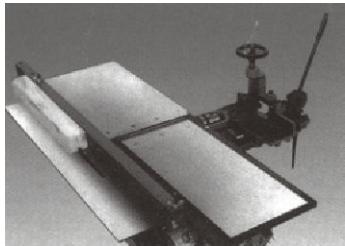
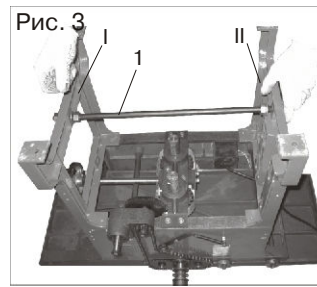

Рис. 14
Рис. 3
6.1 Распакуйте станок, после чего переверните его, так чтобы рабочий стол находился снизу, как показано на Рис. 3, это необходимо для удобного монтажа опор (I и II) станка. Перед тем как установить опоры к основанию станка, необходимо закрепить их между собой фиксатором (1), после чего прикрепить их к основанию с помощью восьми болтов, как показано на рис. (4)
5.3 Пиление, фрезирование, выборка “четверти” (см. рис. 14,15,16)
- вращением ручки 5 отрегулируйте высоту стола (21), предварительно ослабив ручку (4);
- включите станок и дайте двигателю набрать полное число оборотов. Заготовку необходимо подавать плавно и равномерно, без перекосов (см. рис. 3), прижимая ее к направляющей. Не следует увеличивать скорость подачи заготовки, т.к. это может привести к перегрузке двигателя и выходу из строя. При заедании пильного диска (фрезы) необходимо немедленно сдать заготовку на себя и уменьшить скорость подачи.